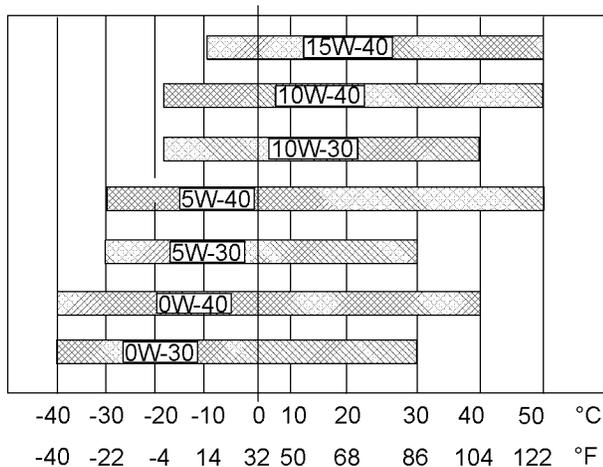

Ilustración 32
Consulte la Ilustración 32 (temperatura mínima) para determinar la viscosidad necesaria del aceite para arrancar un motor frío.
Consulte la Ilustración 32 (temperatura máxima) para seleccionar la viscosidad de aceite para la operación del motor a la temperatura ambiente más alta esperada.
- Consulte las “viscosidades de lubricante” correctas. Consulte la Ilustración 32 para encontrar el grado correcto de viscosidad de aceite para su motor.